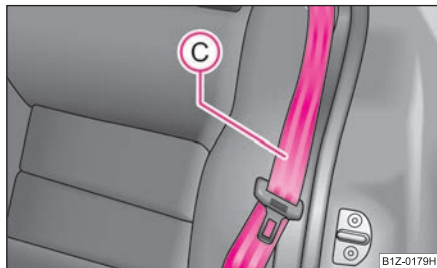

Fig. 67 Blocarea spătarului
- Aduceți centura de siguranță laterală din spate ① în spatele marginii capitonajului lateral ⇒ fig. 67.